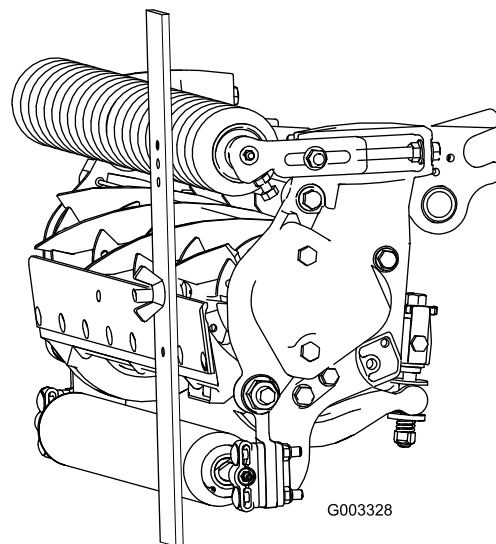

Figura 17
3. Enganche la cabeza del perno sobre el filo de la contracuchilla y apoye el extremo trasero de la barra sobre el rodillo trasero (Figura 17).
4. Gire el perno de ajuste hasta que el rodillo delantero entre en contacto con la barra de ajuste (Figura 17). Ajuste ambos extremos del rodillo hasta que el rodillo esté paralelo a la contracuchilla en toda su longitud.